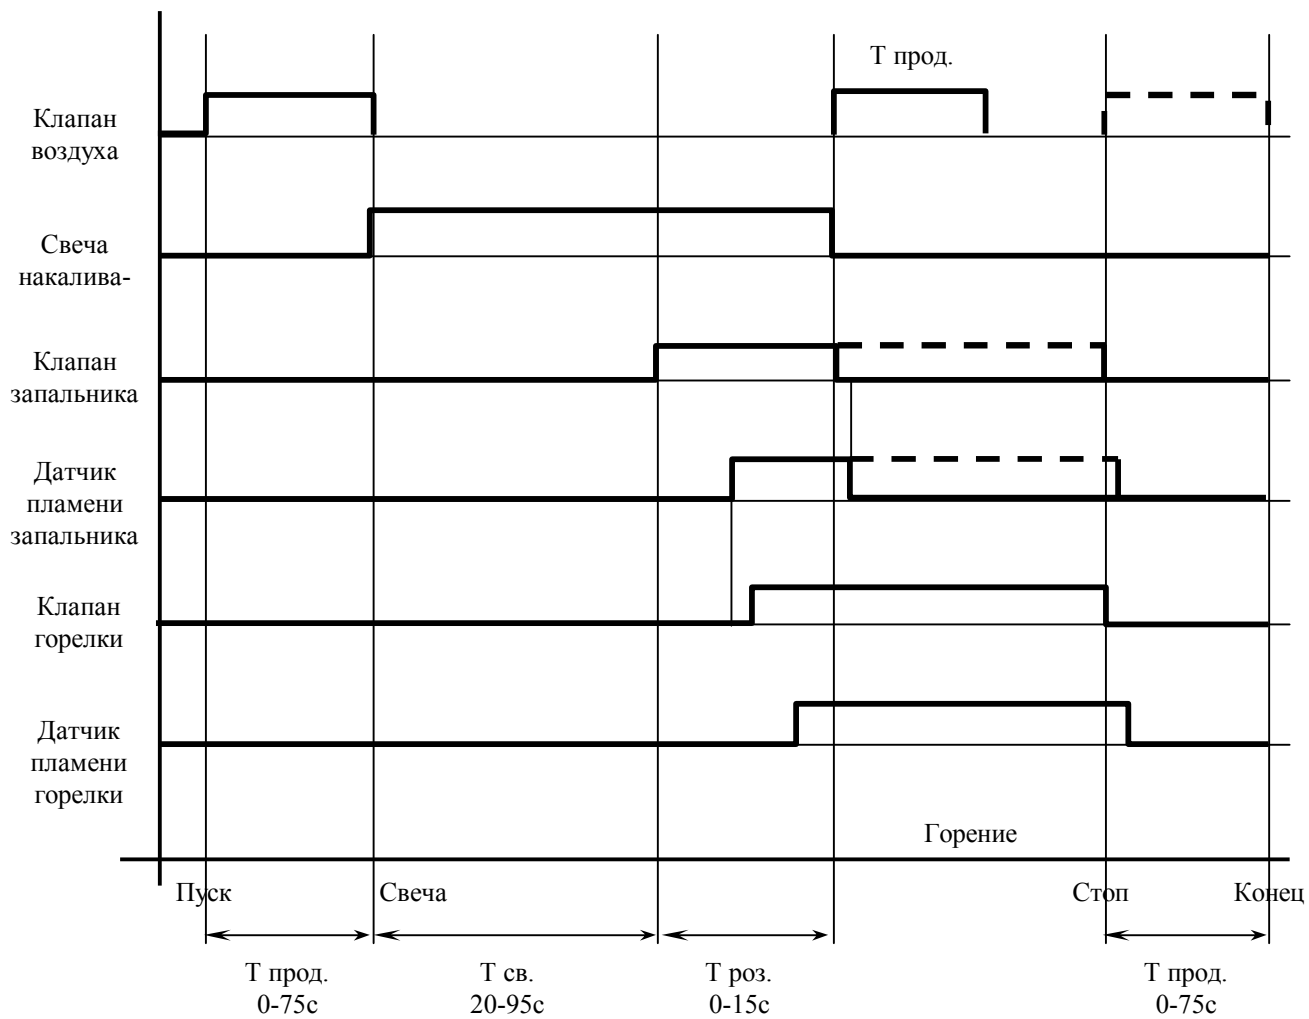

Рис. 4. Диаграмма работы блока БИТ-АВТО-21/220СЦ.
Диаграмма работы блока представлена на рис. 4.
**5.4.** Нажмите кнопку «ПУСК». Блок начнет обрабатывать программу розжига горелки (см. рис. 4). Клапан основной горелки откроется после розжига запальной горелки (появления сигнала «Пламя запальника»).
**5.6.** При работе блока в режимах №1 и №2 (кратковременный) клапан запальника закрывается по истечении времени розжига горелки Троз (на рис. 4 показано сплошной линией). При работе блока в режимах №3 и №4 (пилотный) клапан запальника остается открытым до выключения блока (на рис. 4 показано пунктирной линией).